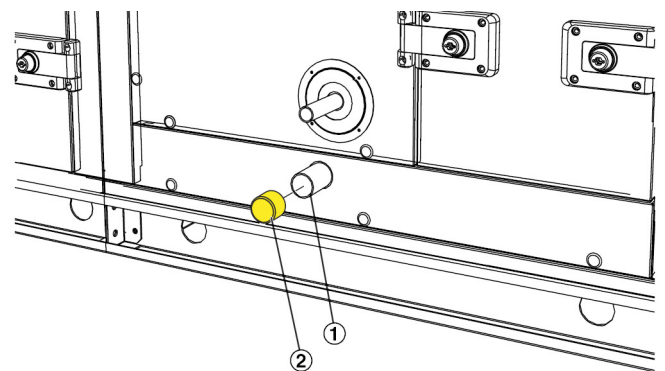

Abb. 29: Kondensatablauf
2. ▶ Schutzkappe(n) (Abb. 29 /2) am Ablauf (Abb. 29 /1) der Kondensatwanne(n) entfernen.
4. ▶ Die Siphons an die Kondensatabläufe (Abb. 29 /1) anschließen.